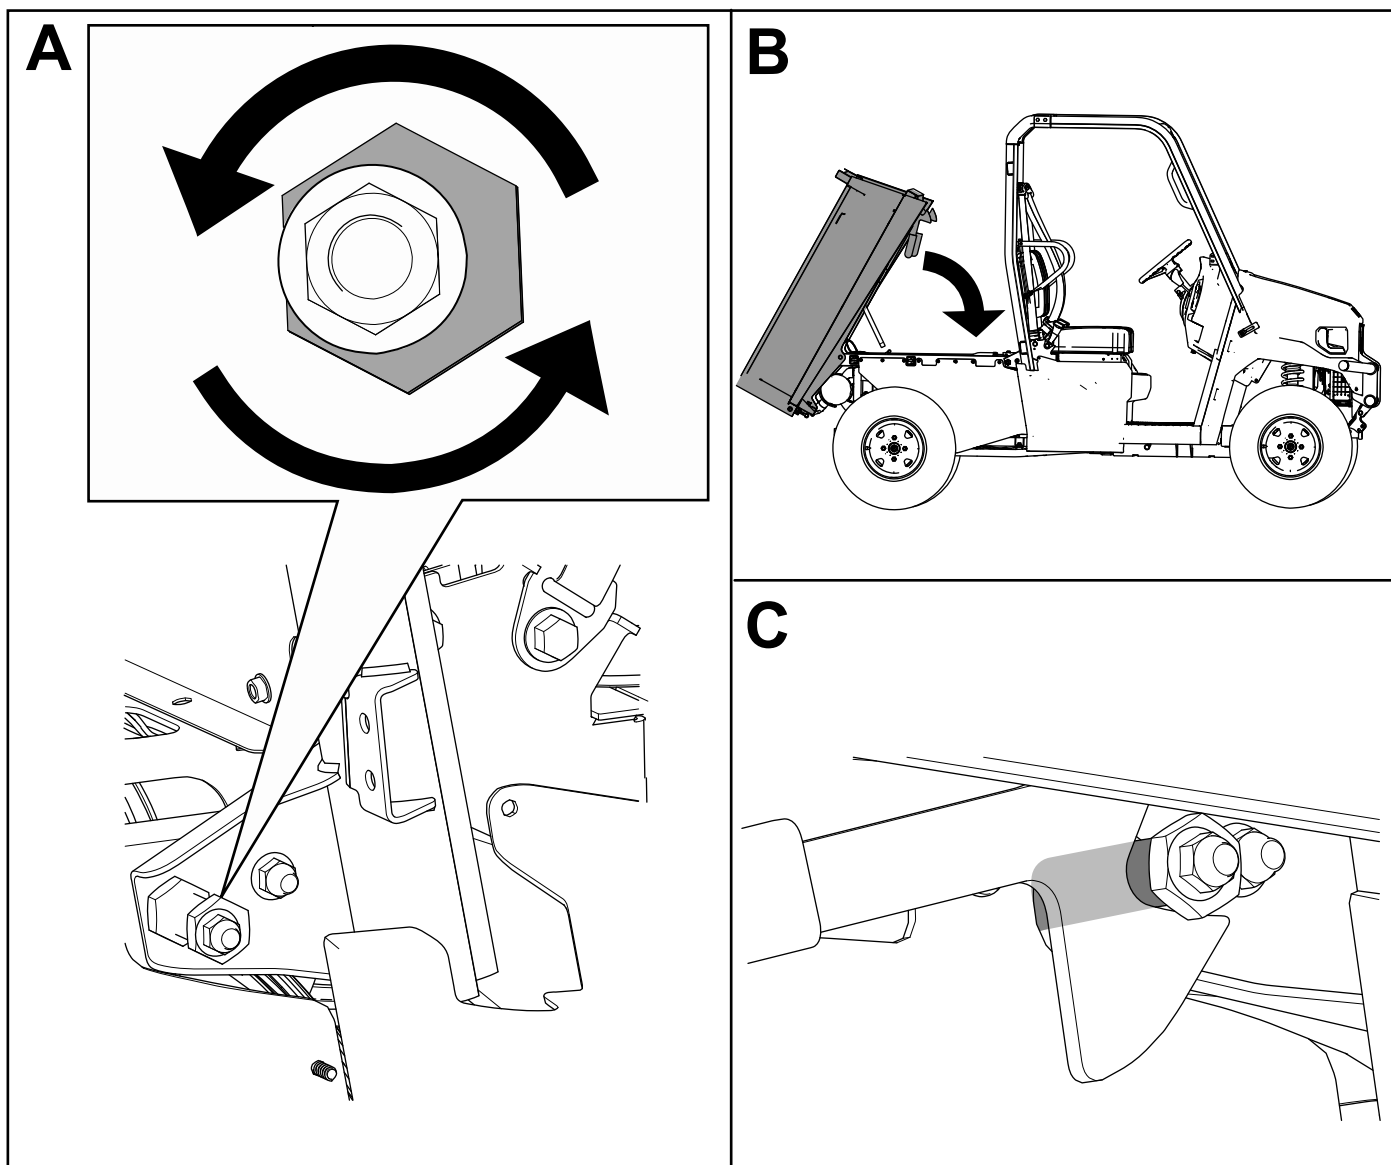

図 26
21. 荷台ラッチ用の整列調整ナットを使って、荷台のラッチがすき間なくぴったりと掛かるように調整する 図 26。